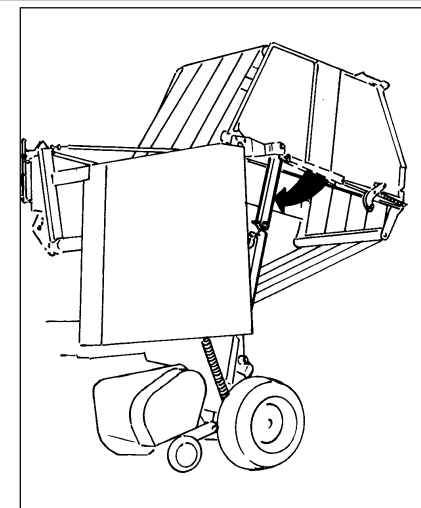

Fig.36 - Arrêts de sécurité
- ☐ Ouvrir en partie la porte arrière et introduire les arrêts de sécurité (Fig.36) sur les tiges des vérins.